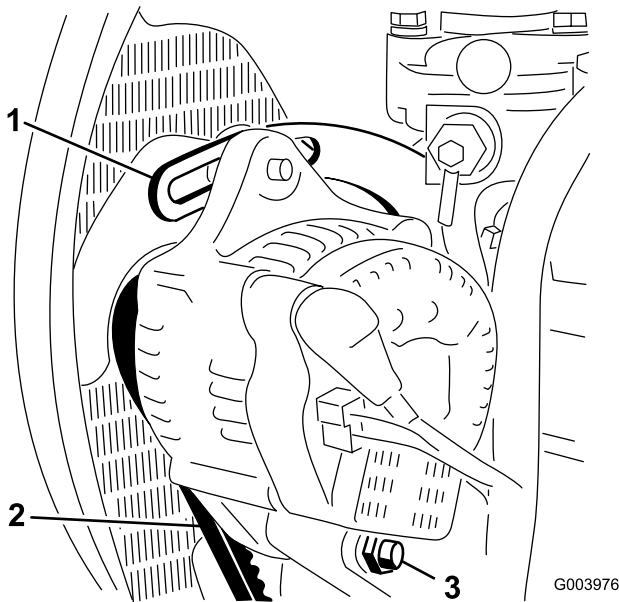

図 74
2. オルタネータ側プーリとクランクシャフト側プーリ間の中央部(図 74)でベルトを指で 10 kg程度の力で押して点検する。
3. プレースをエンジンに固定しているボルト(図 74)と、オルタネータをブレースとピボット・ボルトに固定しているボルトをゆるめる。